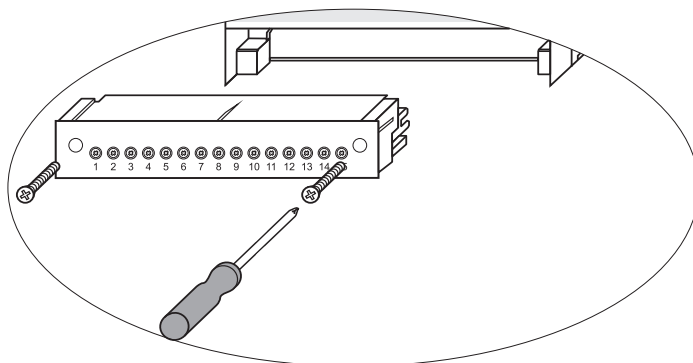

Fig. 12
- Nederste og øverste klemrække: Løsn fastgørelsesskruerne i højre og venstre side, og træk klemrækken af. **Fig. 12**